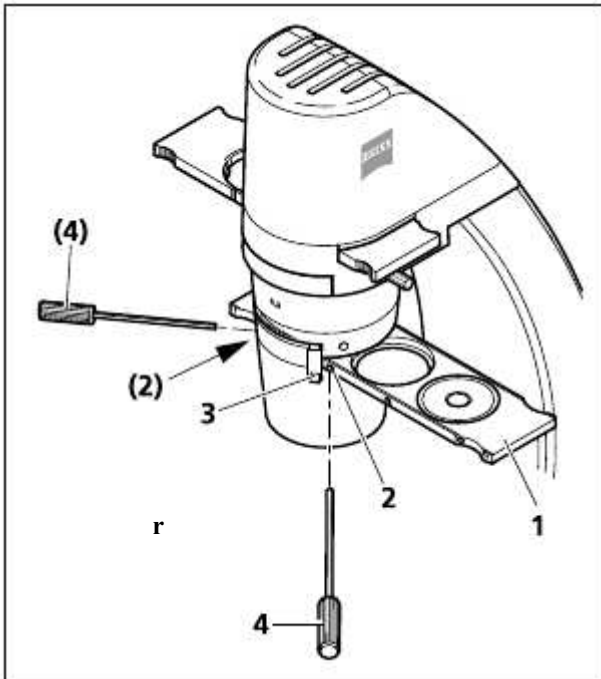
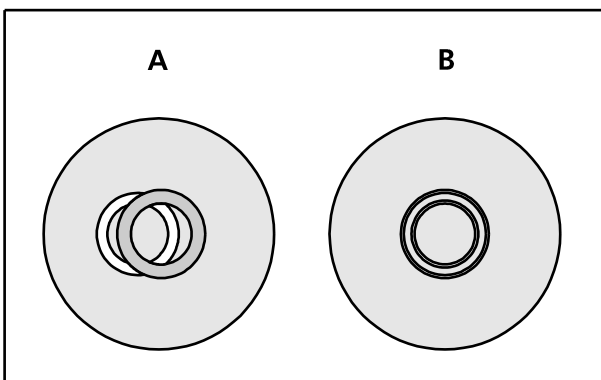

Fig. 15 插入滑尺
Fig. 16 调节相差环中心
- 完全打开聚光镜的孔径光栏 (Fig. 15/3)
- 将相差滑尺 (Fig. 15/1) 插入聚光镜内,并根据物镜 (Ph 0, Ph 1或 Ph 2)选择相应的相差环位置.特别注意,一定要选择正确的位置
- 拔出目镜,插入调节用目镜,根据Fig. 16检查下相差环是否对好中心
- 调节相差环的中心(Fig. 16/A),
如果需要,通过调节两颗对中螺丝(Fig. 15/2)即可调节相应的相差环的中心位置
使用两个1.5mm的内六角螺丝刀 (Fig. 15/4) 调节至图像如 Fig. 16/B.